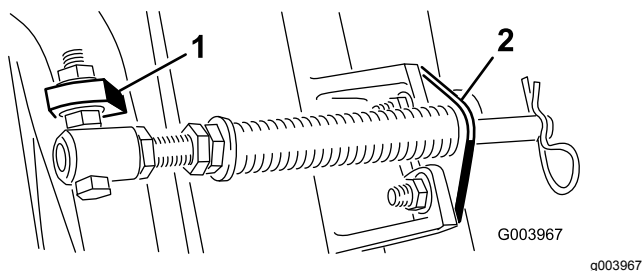

Figura 6
Nota: Posicione a cabeça do parafuso para o lado exterior do separador como se mostra na **Figura 6**.
- D. Monte o suporte da barra nos separadores da unidade de corte com os parafusos de carroçaria e as porcas (**Figura 6**).